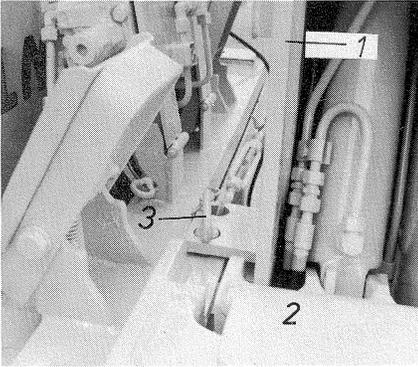

Bild 12
- Heckbagger nach links verschwenken und seitlich versetzen. Kübel bis zum Anschlag einschwenken, Stiel und Ausleger in engste Entfernung zueinander bringen. Ausleger (Bild 12/1) und Schwenkwerkträger (Bild 12/2) mit einem dafür vorgesehenen Bolzen (Bild 12/3) verbinden und mit Federvorstecker sichern. Der Bolzen ist Bestandteil der Bordausstattung.